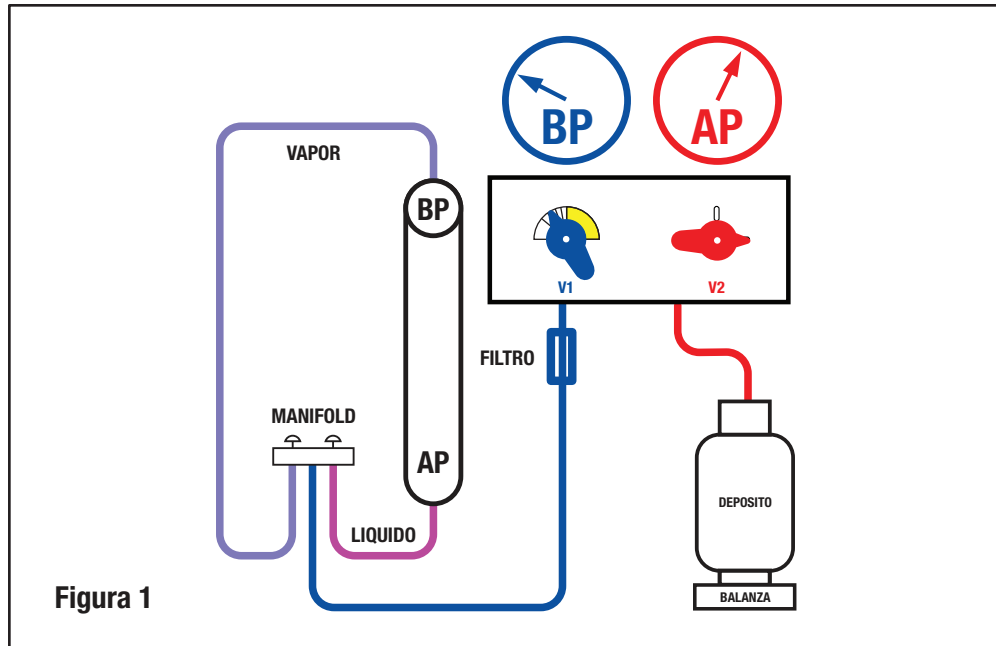

Figura 1
Instale un filtro adecuado a la entrada del equipo y conecte las mangueras según el diagrama de la figura 1.
- 1) Conecte las mangueras y cables de acuerdo a lo descrito en 3.1 y como se muestra en la figura 1. Asegúrese que estén bien ajustados y no interfieran con el normal funcionamiento del equipo.
- 6) Encienda el equipo (ON).
- 7) Controle la presión de entrada (BP) y abra lentamente la válvula V1. Regule la válvula V1 o las válvulas del manifold para que no ingrese líquido en exceso al equipo. Si el compresor comienza a golpear, cierre la válvula V1 para evitar daños. Una vez estabilizado el funcionamiento, retomar la apertura de la válvula V1.
- 9) Mantener en funcionamiento hasta alcanzar la calidad de vacío requerida en el sistema, indicado en el manovacuómetro. Apague el equipo (OFF), cierre la válvula V1 (CLOSE) y espere 5 minutos. Si la presión indicada en los manómetros del manifold aumenta por encima de 0 bar, quiere decir que todavía hay refrigerante en el sistema. En ese caso, reabra la válvula V1 (OPEN), encienda el equipo (ON), y manténgalo en funcionamiento hasta llegar al vacío requerido. Repita este procedimiento hasta que todo el refrigerante sea extraído y se lea en los manómetros del manifold luego de 5 minutos, 0 bar o menos.